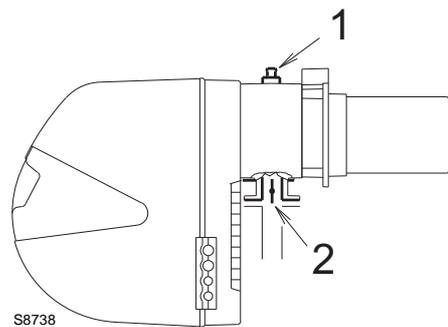

Fig. 21
Pressione del gas misurata alla presa 1)(Fig. 21), con:
Perdita di carico farfalla gas 2)(Fig. 21) con apertura massima: 90°.
- sottrarre dalla pressione del gas alla presa 1)(Fig. 21) la pressione in camera di combustione.
Pressione del gas alla presa 1)(Fig. 21) = 9,5 mbar
Per conoscere invece la pressione del gas necessaria alla presa 1)(Fig. 21), fissata la potenza massima di modulazione alla quale si desidera funzioni il bruciatore:
- Leggere sulla destra, colonna 1, la pressione alla presa 1)(Fig. 21).
pressione necessaria alla presa 1)(Fig. 21).